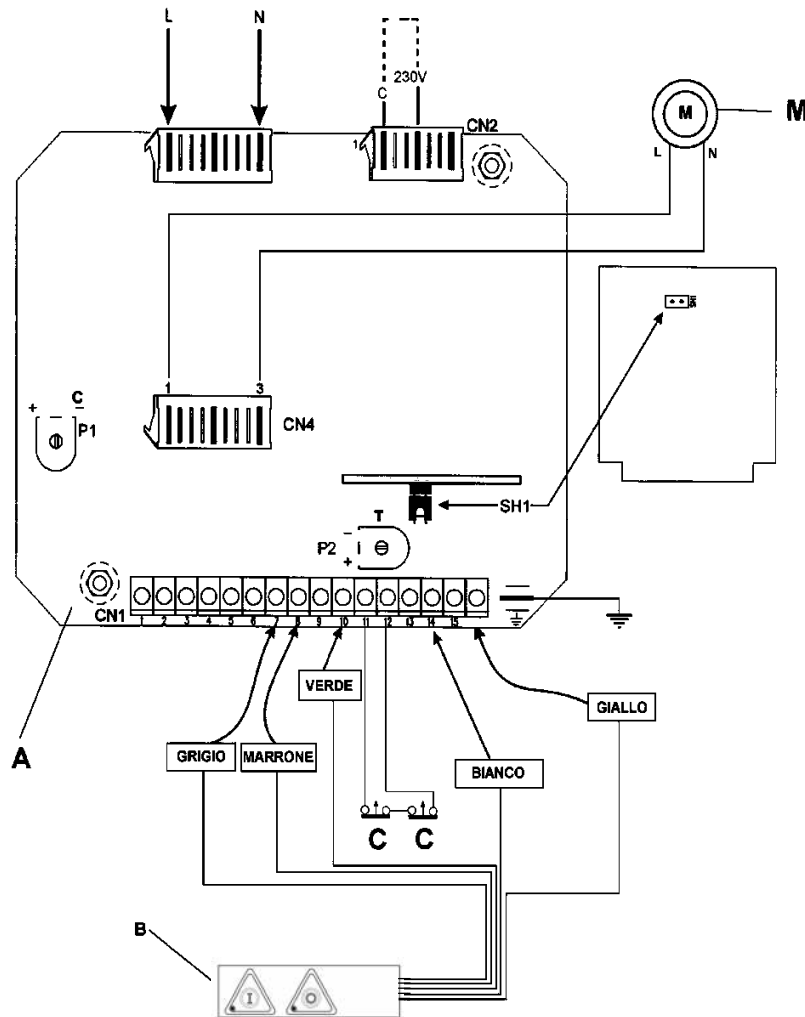

Fig.2.6.2
2.6.2 Schema elettrico monofase a 230V (Fig. 2.6.2)